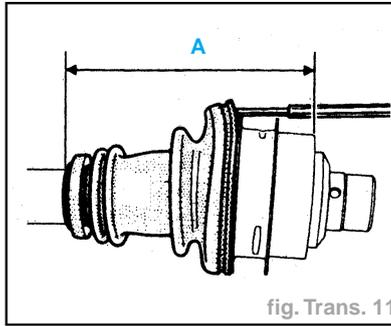

fig. Trans. 11
- Allonger ou raccourcir le joint jusqu'à l'obtention de la cote  $A = 153,5 \pm 1$  mm (cote prise entre l'extrémité du soufflet et la face usinée du plus grand diamètre de la tulipe) (fig. Trans. 11).